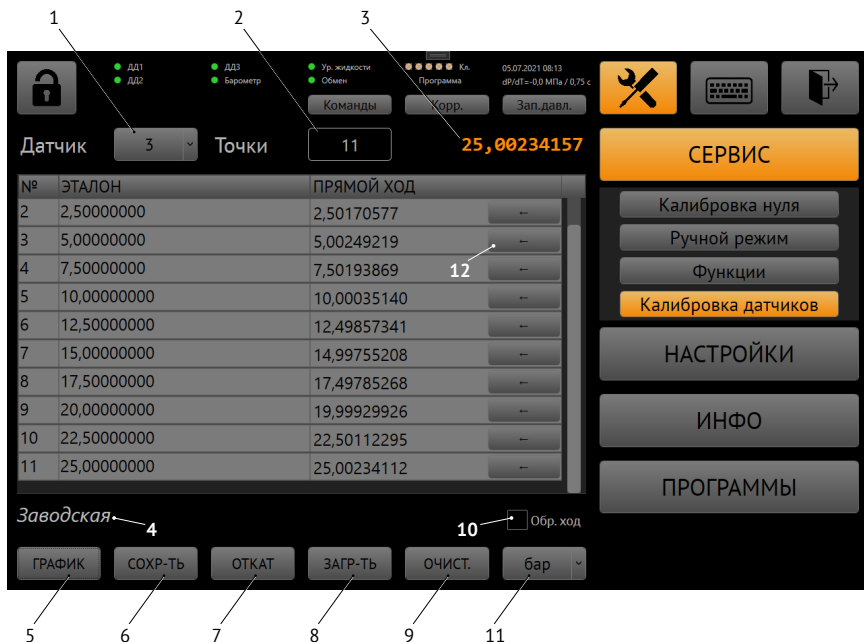

Рис. 12. Калибровка датчиков
7.8.2.1 Калибровка датчиков требуется после установки в калибратор новых модулей(датчиков) давления либо для повышения точности измерения установленных. Для этого  **Сервис** → **Калибровка датчиков** (Рис. 12).